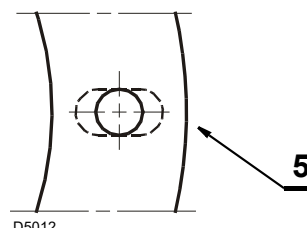

Fig. 8
- Élargir, si nécessaire, les trous dans le joint isolant 5), (voir Fig. 8).